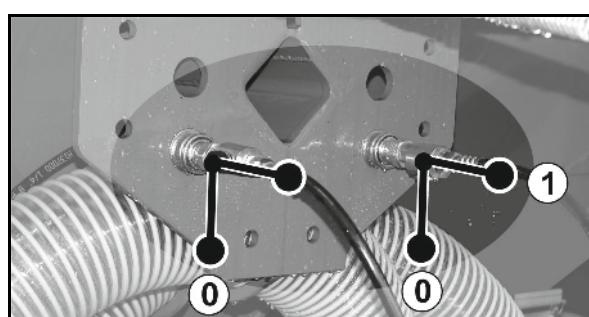

Рис. 101
- Откройте оба запорных крана "Складывание выравнивателя" (Рис. 101/1).